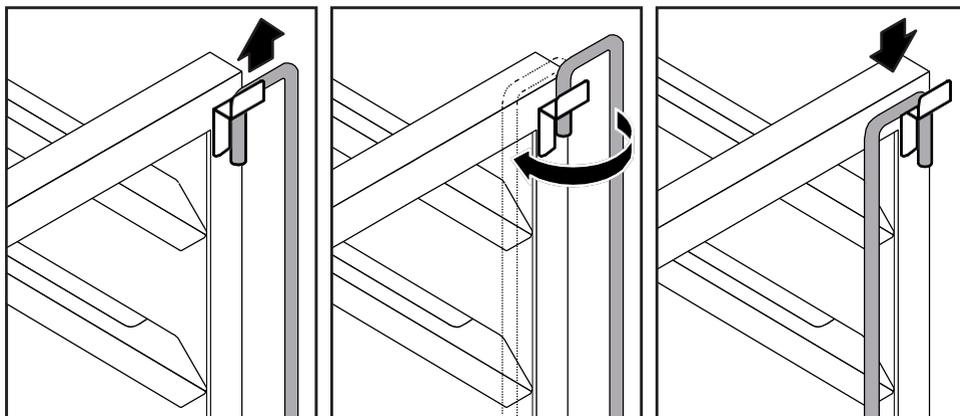

fig.1
- блокируйте емкости, установленные на направляющих (рис. 1);